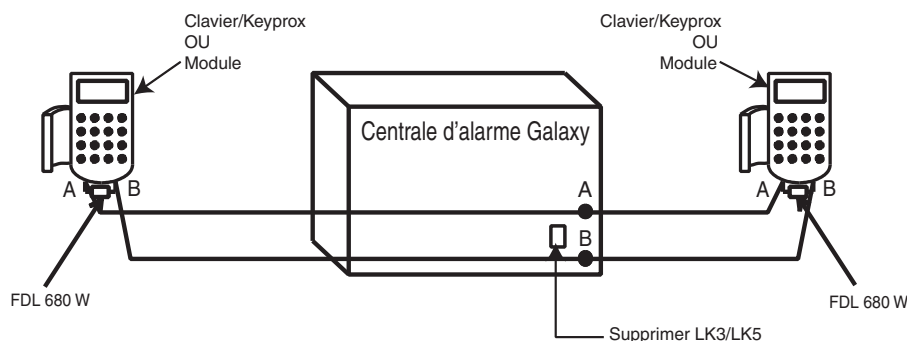

Figure 2-7. Configuration en guirlande avec bus AB bifilaire
5. Le bus RS485 (**AB**) doit être équipée d'une résistance de 680 ohms sur les bornes **A** et **B** du dernier module du bus. Lorsque deux départs sur un même bus sont utilisés, les deux extrémités doivent être terminées à l'aide de résistances de 680 ohms et le cavalier correspondant sur la carte électronique de la centrale d'alarme doit être supprimée (reportez-vous à la figure 2-7).